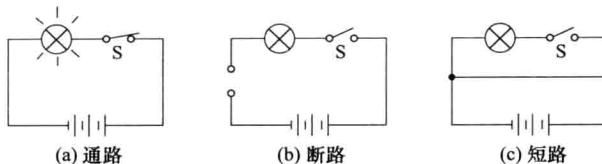

图 1-5 电路的三种情况
① 通路，也叫闭合回路。如图 1-5（a）所示，当开关 S 闭合后，电路中电流从蓄电池正极流出，经过开关 S，然后流经灯泡灯丝，最后回到蓄电池负极。像这样连接不断、电流可以流动的电路叫闭合回路。只有闭合电路，才有电流流通。
② 断路，也叫开路。如图 1-5（b）所示，当开关 S 闭合后，电路中电流仍无法通过，灯泡无法获得电能而停止工作（即灯泡不亮）。
③ 短路。电路里的电流不经过负载而直接从电源的一端，经过一根导线流到另一端。此时电流比正常工作时大许多倍，如图 1-5（c）所示。此时即使开关 S 闭合，灯泡也不能正常发光，而且会导致烧线引起火灾，同时也会引起蓄电池过放电。